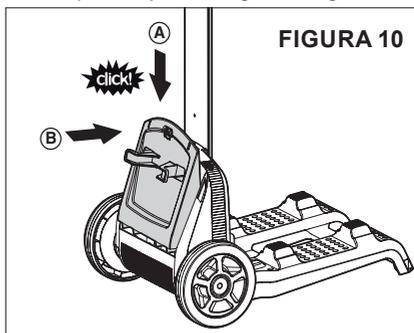

FIGURA 10
2. Mientras sostiene el chasis del carrito en su lugar, empuje la parte superior del soporte del cable hasta que encaje en su lugar. Ver **Figura 10**.